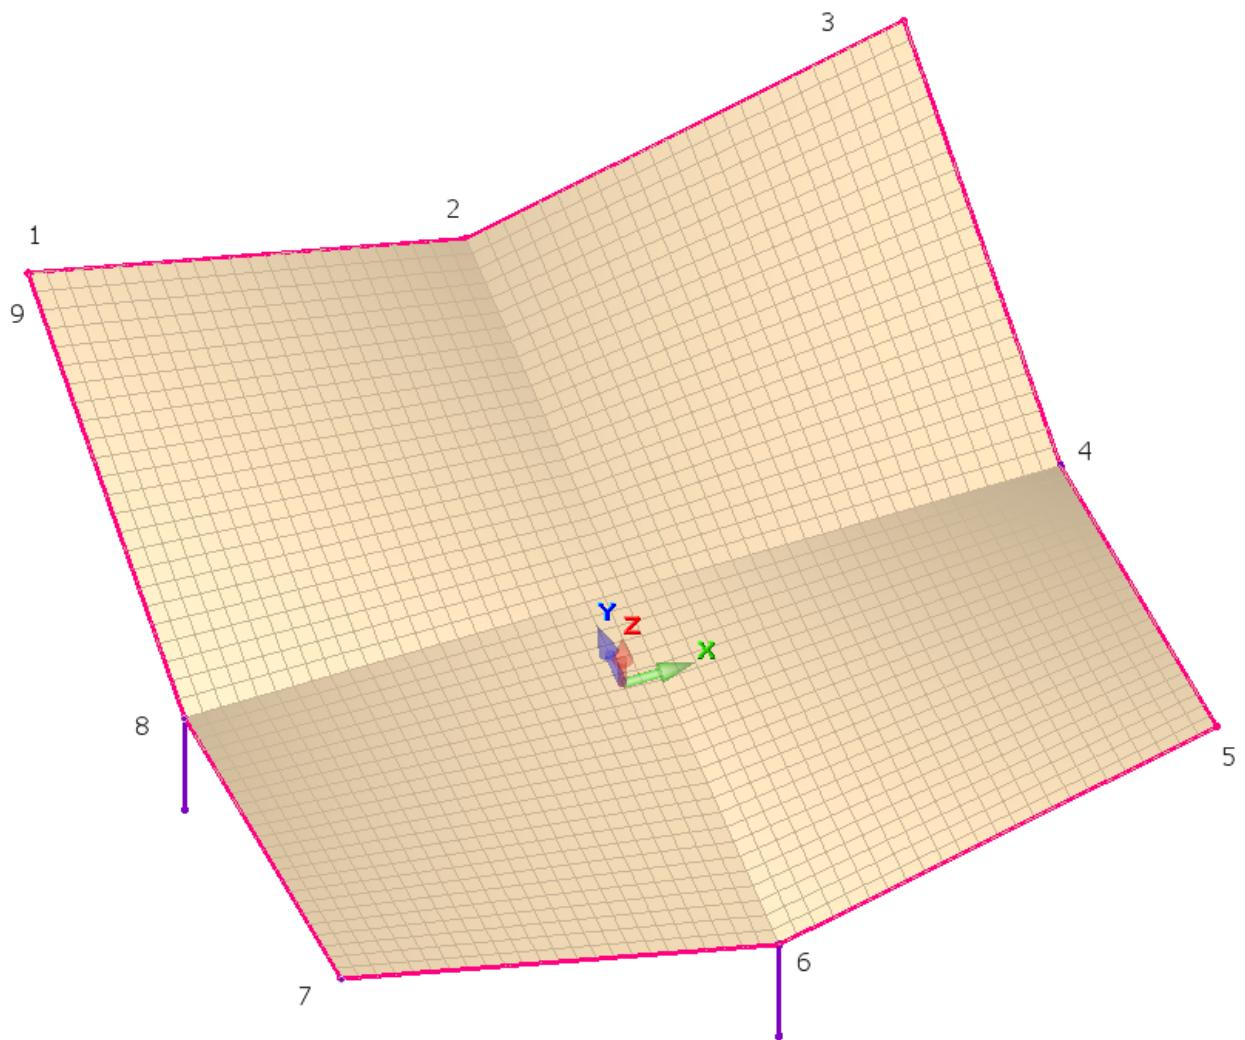

Рис.3.5 Расположение наружных контурных элементов в модели (красным цветом).
- Произведите построение наружных контурных элементов – наклонных балок. Для этого последовательно соедините балками точки 1 – 9 по наружному контуру оболочки (рис.3.5)